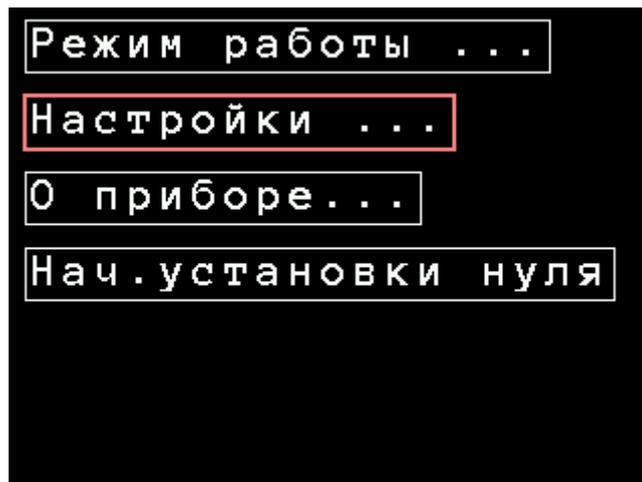
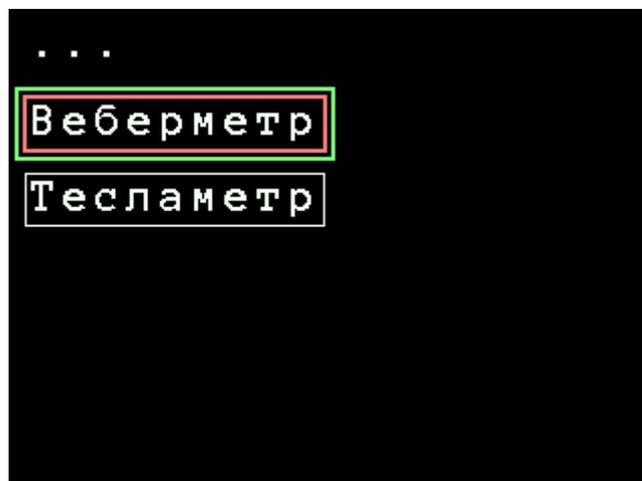
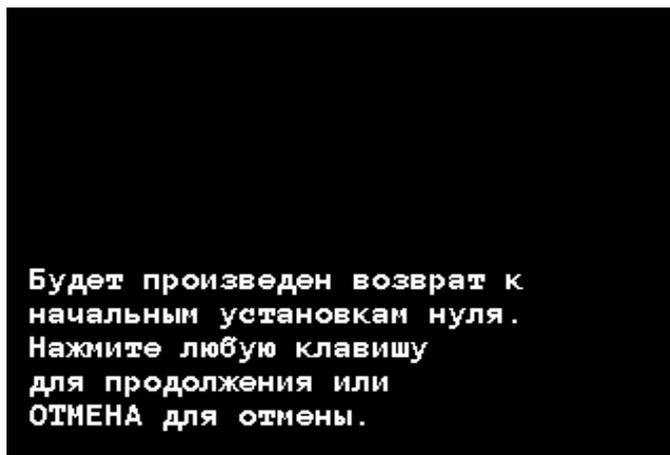

Рисунок 3.6. Меню верхнего уровня
Рисунок 3.7. Меню выбора режима работы ТПУ-2В
Рисунок 3.16. Восстановление начальных установок нуля. Режим «Тесламетр»
3.2.3 Чтобы попасть в меню переключения режимов работы прибора «Тесламетр»/«Веберметр», следует нажать клавишу «Отмена». После этого будет отображено меню самого верхнего уровня, которое позволяет изменять режим ТПУ-2В (см. рисунок 3.6). Используя клавиши «Вверх» или «Вниз» на передней панели измерительного блока, выбрать пункт «Режим работы» и нажать клавишу «Применить» или «Вправо». В открывшемся меню (см. рисунок 3.7) клавишами «Вверх» или «Вниз» установить выбранный режим работы прибора и нажать клавишу «Применить». Также из меню верхнего уровня есть доступ к информации о приборе (подменю «О приборе ...», рисунок 3.7а), доступ к меню настроек прибора для выбранного режима работы (элемент меню «Настройки ...») и элемент меню для возврата к начальным установкам нуля при использовании зондов «М» и «С», режим «Тесламетр» (элемент меню «Нач. установки нуля»). Подробнее об этом элементе меню будет сказано в 3.3.9.3.
Рисунок 3.7а. Меню «О приборе» ТПУ-2В
3.2.4 Чтобы получить доступ в меню настроек, вернуться кнопкой «Отмена» в меню верхнего уровня (рисунок 3.6), поставить курсор на элемент меню «Настройки» и нажать кнопку «Применить» или клавишу «Вправо». На экране отобразится меню прибора в соответствующем режиме: для режима «Тесламетр» будет выведено меню с настройками для измерения параметров магнитного поля (рисунок 3.8), а в режиме «Веберметр» – меню для измерения магнитного потока и других величин индукционным методом (рисунок 3.24).
В случае возникновения необходимости восстановления начальных установок нуля следует вызвать меню верхнего уровня (см. рисунок 3.6), установить курсор на пункт «Нач. установки нуля» и нажать клавишу «Применить». Будет показано предупреждение о возврате параметров установки нуля к начальным (см. рисунок 3.16). Для возврата параметров установки нуля к начальным следует нажать любую клавишу, кроме клавиши «Отмена», для отмены этой процедуры нажать клавишу «Отмена».
3.3.9.4 Работа в режиме измерения параметров постоянного магнитного поля в режиме контроля. Результаты работы в режиме контроля идентичны результатам измерения параметров постоянного магнитного поля, приведенным на рисунке 3.14, за одним исключением – на графике приведены результаты последних 10 измерений параметров постоянного магнитного поля (см. рисунок 3.16а). Средние параметры также вычисляются по 10 измерениям. Измерения производятся циклично, до отмены данного режима.
Рисунок 3.16а. Режим «Контроль». Постоянное магнитное поле. Режим «Тесламетр»